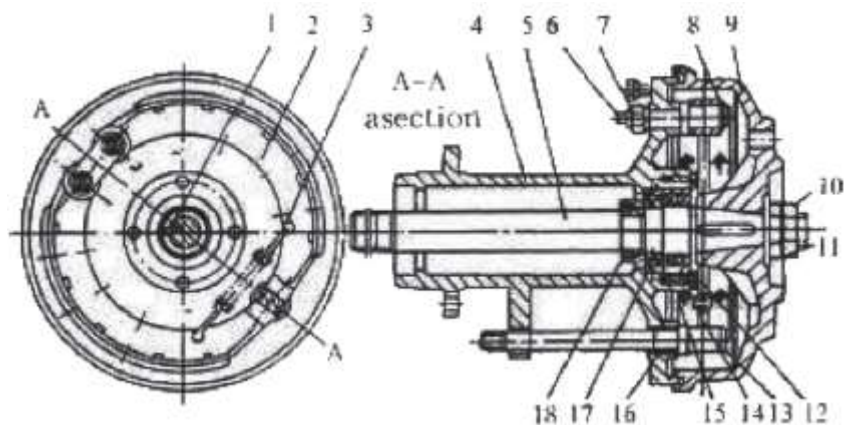

Рис. 3.15. Полуось и тормозная система.
Полуось и тормоза (рис. 3.15.) состоит из тормозных колодок, полуоси, корпуса полуоси, вал эксцентрика, масляный сальник, подшипников и т.д. Для тракторов серии ЧУВАШПИЛЛЕР существуют нор- мальная ширина колеи, средняя и широкая. Имеется три типа корпуса полуоси 4 и полуоси 5 для полуоси и тормозов. Следует обращать на это внимание при замене корпуса полуоси и полуоси. Покупайте и заменяйте детали в соответствии с моделью деталей в каталоге.
2. Отрегулируйте положение вала эксцентрика (рис. 3.15.), чтобы изменить трение фрикционных дисков тормозных колодок и ступицы тормоза, а также сделать износ фрикционных дисков равномерным. При регулировке, приподнимите домкратом заднюю ведущую ось, ослабьте гайку 7 (рис. 3.15.), поверните вал эксцентрика гаечным ключом и одновременно поворачивайте колесо. Когда почувствуете сопротивление, тормозная колодка соприкасается со ступицей тормоза, а затем поверните вал эксцентрика в противоположное положение. Продолжайте, пока не прекратится сопротивление при поворачивании колеса. После этого затяните гайки во избежание несанкционированного поворачивания.